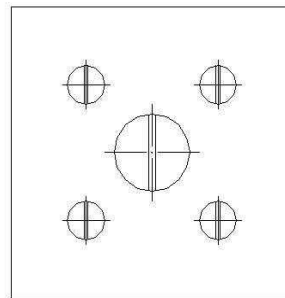

Рис. 6.24. Ескіз прикладу 6.1.2
2. Накреслити пластину 150x150 та вставити в його центр блок елементів кріплення з діаметром 50 кутом 0, чотири блоки діаметром 25 кутом 0 на відстані 70 (рис.6.24) із застосуванням блоку SCREW та команди **MINSERT**.